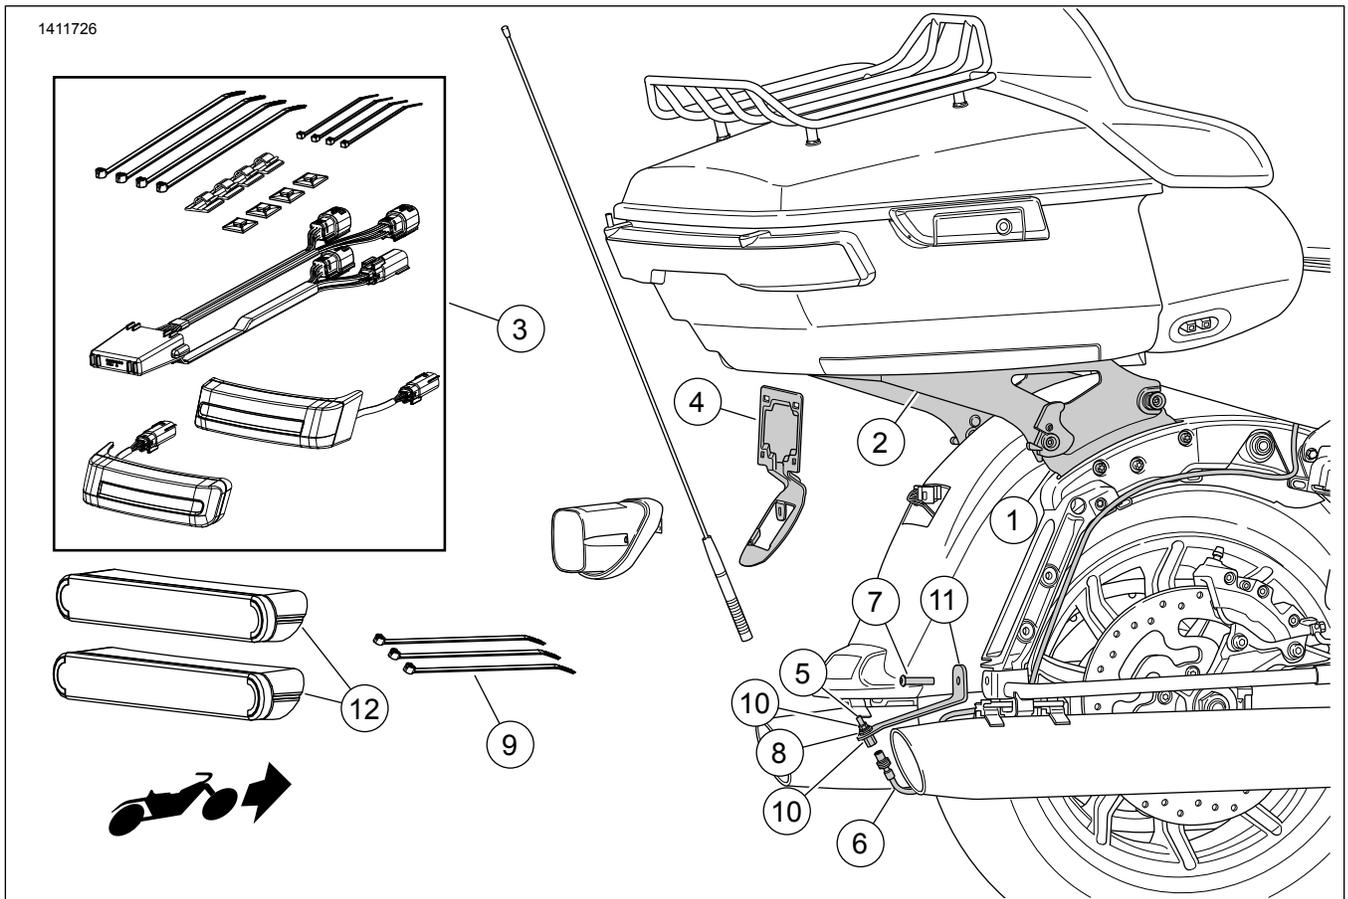
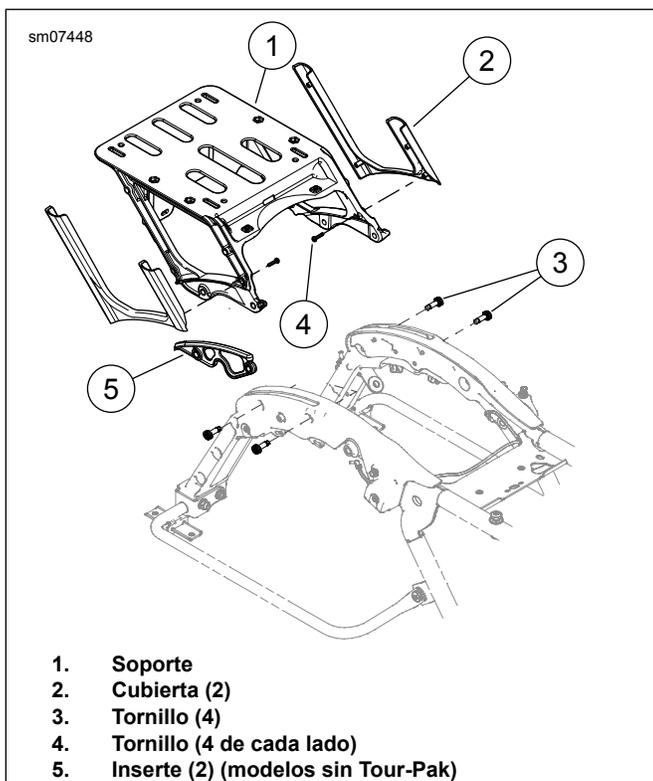
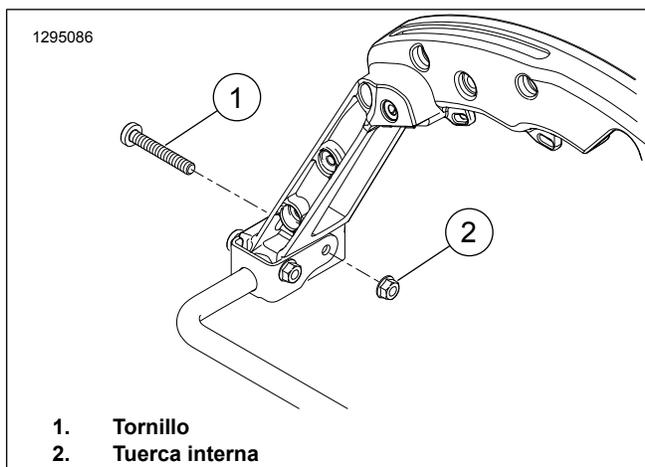
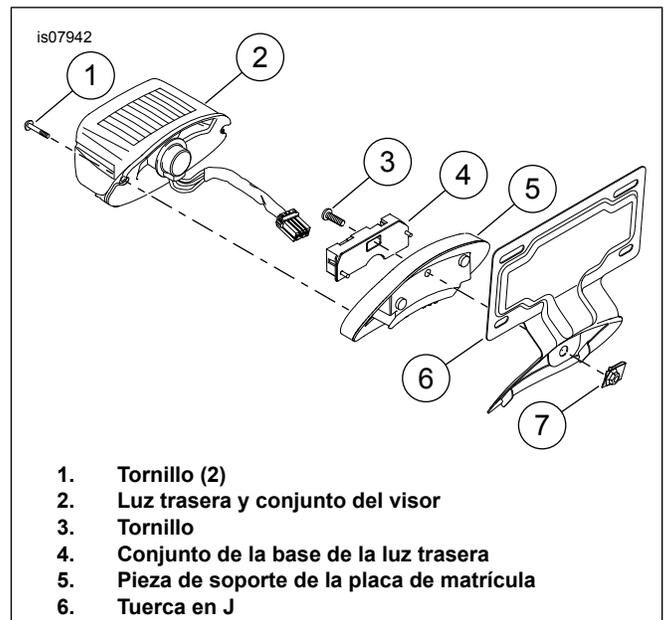

Figura 1. Contenido del kit: Bandeja desmontable para montaje de Tour-Pak
Figura 5. Soporte de Tour-Pak
Figura 6. Extracción de tornillo OE
Figura 7. Instale la pieza de soporte de la placa de matrícula
- a. Ver Figura 5 . Extraiga los conectores del arnés de los anclajes del soporte (1).
- b. Extraiga los dos tornillos (3) de cada lado.
7. Ver Figura 7 . Retire la luz trasera y su base.
- a. Quite los tornillos (1).
- b. Desconecte y retire la luz trasera y el conjunto del visor (2).
- c. Observe la ubicación de los conectores de la base de la luz trasera (4) que facilitan la instalación.
- e. Quite el tornillo (3) y la base de la luz trasera.
9. Ver Figura 6 . Quite la tuerca interna del lado derecho (2). Deseche el tornillo (1).
1. Ver Figura 1 . Instale el kit de elementos de sujeción (1) según las instrucciones que vienen **en él** .
2. Instale el kit de luces LED de alforja/freno/giro (3) según las instrucciones que vienen **en él** .
3. Ver Figura 7 . Instale el soporte de la placa de matrícula.
- a. Instale la pieza de soporte de la placa de matrícula (5) en el guardabarros.
- c. Instale la base de la luz trasera sobre la pieza de soporte de la placa de matrícula. Asegúrela con tornillos (3).
- e. Conecte la luz trasera y el conjunto del visor a la base de la luz trasera. Instale la luz trasera y el conjunto del visor a la base, y fíjelos con tornillos (1).
4. Consulte la Figura 5. Vuelva a colocar la antena del radio.
- a. Instale el soporte de reinstalación de la antena (2). Asegúrelo con el tornillo (1) y la tuerca que quitó antes. Apretar.